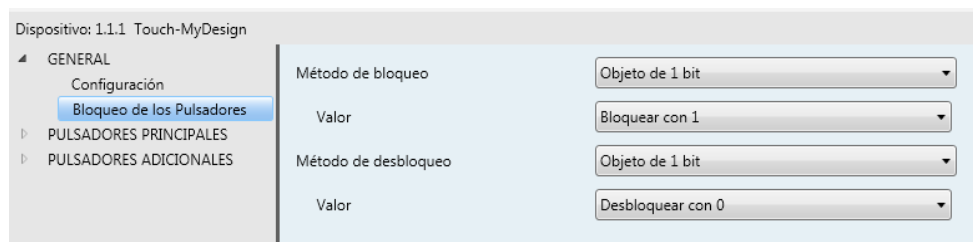

Figura 9. Bloqueo de los pulsadores (General).
- **Bloqueo de los pulsadores.** Esta función permite bloquear (inutilizar) y desbloquear los botones de Touch-MyDesign, pudiéndose configurar los siguientes campos (desde la ventana “Bloqueo de los pulsadores” que se despliega al habilitar la función; ver Figura 9):